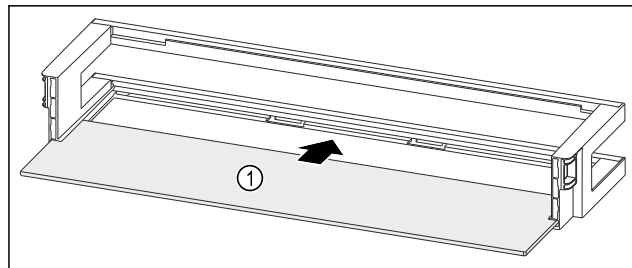

Fig. 210 Polica u vratima s policom za odlaganje
- Umetnite policu Fig. 210 (1) u bočna udubljenja.